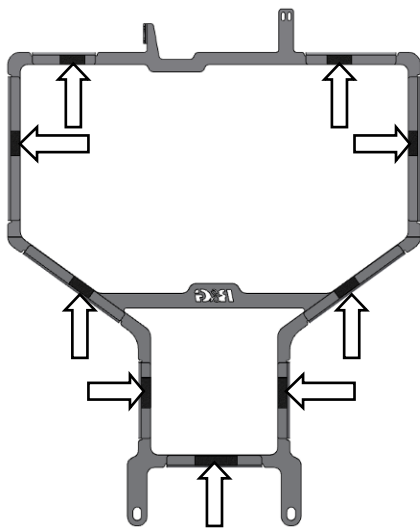

Abbildung 1
- Schneiden Sie zuerst den selbstklebenden Schaumstoff vom Kit (Artikel 5) in 10mm Streifen und kleben Sie diese auf der Rückseite des äußeren Rahmens am jeweiligen Kühlerschutz – wenn möglich an den gleichen Positionen wie in **Abbildung 1** abgebildet.